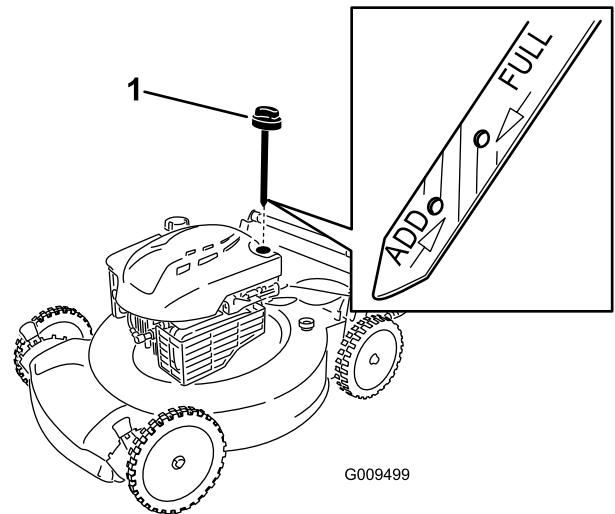

Figure 9
1. Retirez la jauge (Figure 9).
2. Versez de l'huile lentement dans le goulot de remplissage pour faire monter le niveau jusqu'au repère du plein (Full) sur la jauge (Figure 9). **Ne remplissez pas excessivement.**